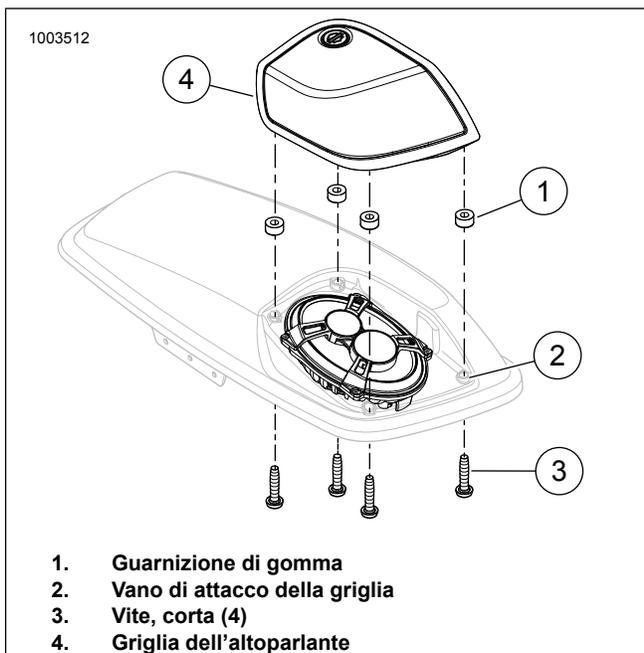

Figura 10. Installazione e rimozione della griglia
2. Vedere la figura 10. Collocare le rondelle di gomma (1) nel vano di attacco della griglia (2).
3. Verificare che le guarnizioni di gomma (1) siano nelle relative sedi. Insiadare la griglia (4) sulla superficie dell'altoparlante. Fissare con quattro viti corte (3). Serrare a fondo in sequenza alternata le viti a: